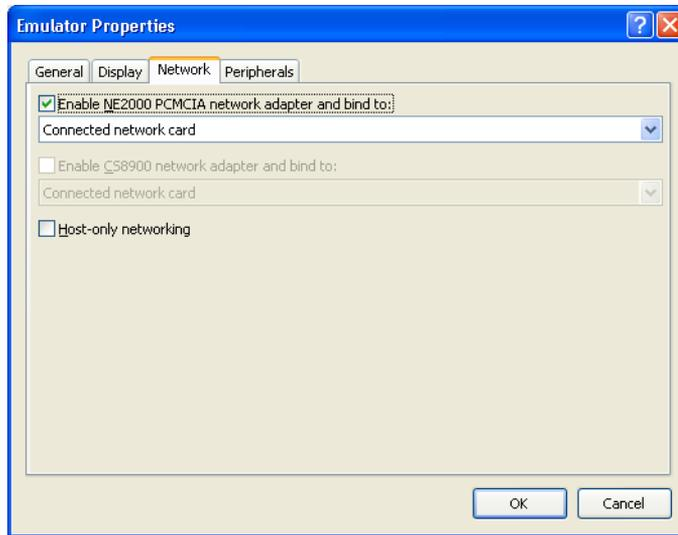

Abbildung 2.10 Geräteemulator-Netzwerkoptionen
5. Aktivieren Sie das Kontrollkästchen **Enable NE2000 PCMCIA Network Adapter And Bind To**, wählen Sie die Option **Connected Network Card** im Listenfeld aus und klicken Sie auf **OK** (siehe Abbildung 2.10).